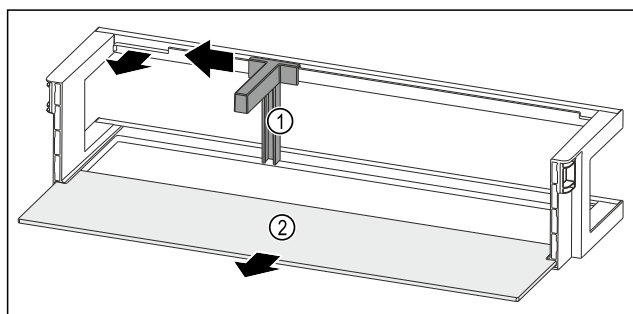

Fig. 132 带瓶托和搁板的门边存放架
- ▶ 将瓶托 Fig. 132 (1)推至槽边。
- ▶ 取出瓶托 Fig. 132 (1)。
- ▶ 取出搁板 Fig. 132 (2)。